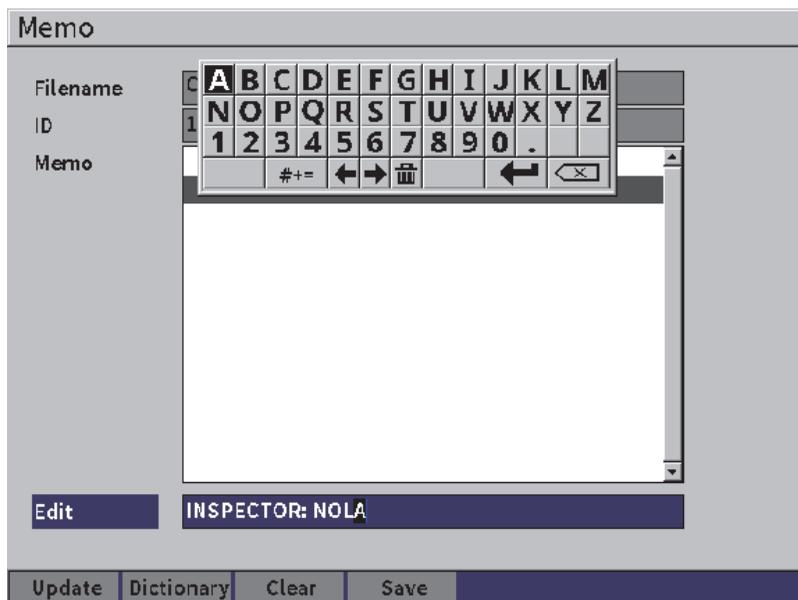

図 9-23 メモ辞書ページ — 挿入済み情報
7. 仮想キーパッドと調整ノブを使用して文字（32 文字以内）を入力し、Enter キーを押します（148 ページの図 9-23 参照）。